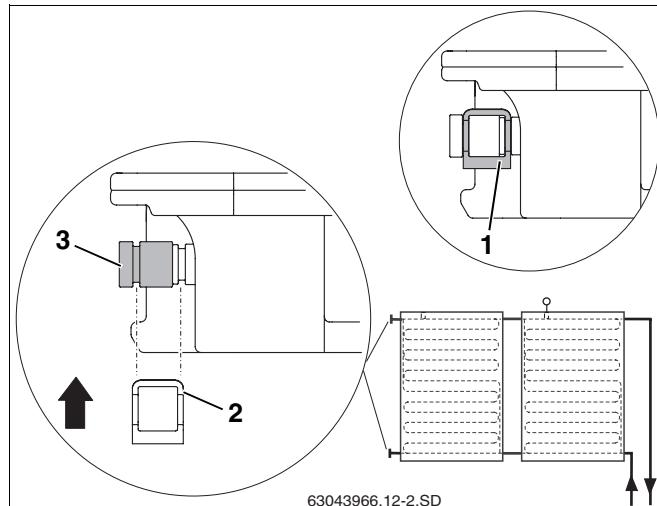

Рис. 20 Фиксация торцевой крышки зажимом
- Надеть торцевую крышку с кольцом (рис. 20, **поз. 3**) на штуцер коллектора.
- Установить зажим (рис. 20, **поз. 2**) для фиксации торцевой крышки на штуцере коллектора.
- Каждую торцевую крышку закрепите зажимом (рис. 20, **поз. 1**).